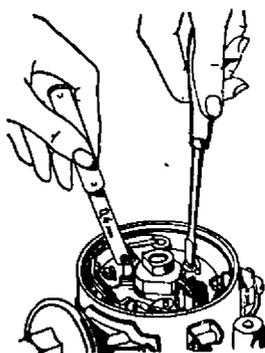

Рис. 117. Проверка и регулировка зазора между контактами прерывателя
3. Проверить щупом зазор между контактами: щуп должен входить в зазор, не отжимая кулачка. Зазор должен быть в пределах 0,35—0,45 мм (см. рис. 117).